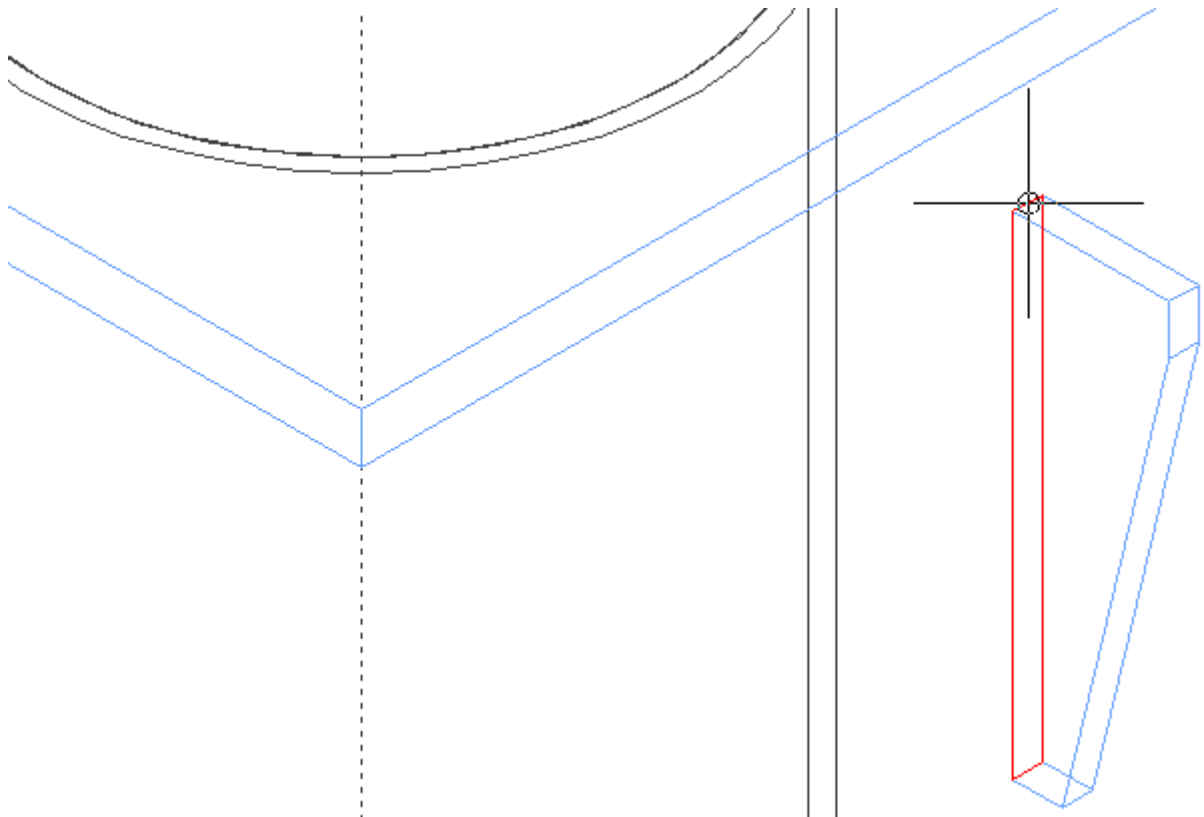

Рисунок 46
- Затем необходимо переместить косынку на ее место относительно колонны. Для этого в окне изометрии привязаться к середине ребра (использовать привязку **Ключевая точка**, либо **Средняя точка**), как показано на Рисунок 46. Подтвердить выбор.